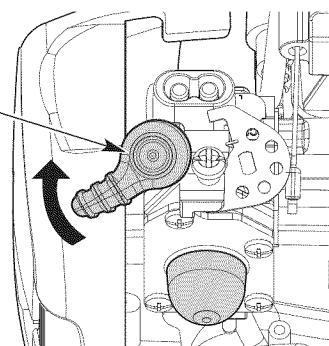

Fig. 8
4. Dé vuelta a la palanca del obturador en sentido de las agujas del reloj hasta que encaje en su lugar (Fig. 8).